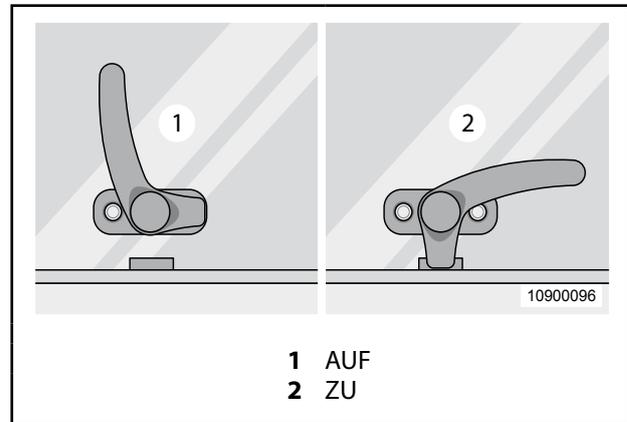

Abb. 24 Fensterverriegelung
1. Fenster-Verriegelungshebel in Stellung „AUF“ (Abb. 24, Pos. 1) drehen.
2. Fenster-Verriegelungshebel in Stellung „ZU“ (Abb. 24, Pos. 2) drehen.